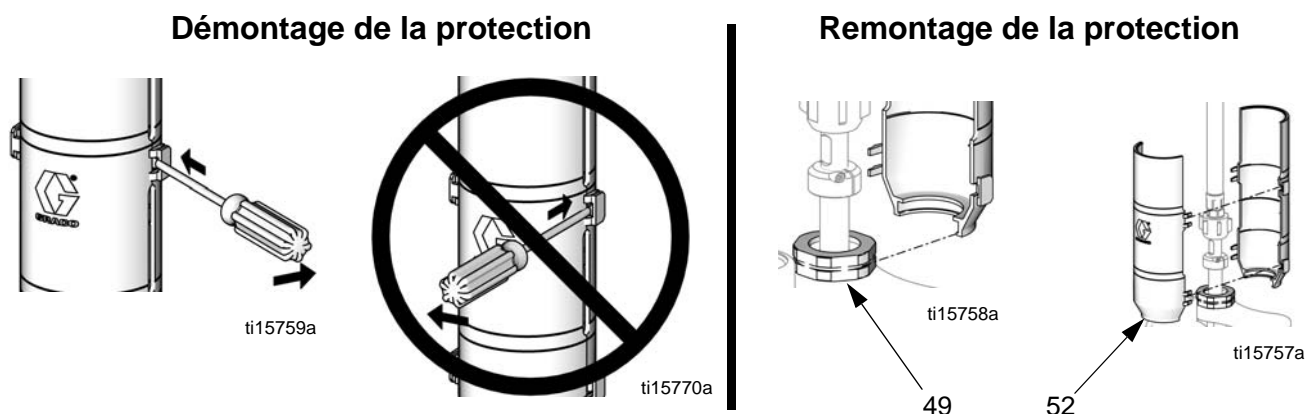

FIG. 2. Démontage et remontage des protections
Consultez la FIG. 2. Retirez les 2 éléments de protection (52) en insérant un tournevis droit dans la fente et en faisant levier afin de relâcher la languette. Répétez l'opération pour chaque languette. **N'utilisez pas** le tournevis pour écarter les protections.